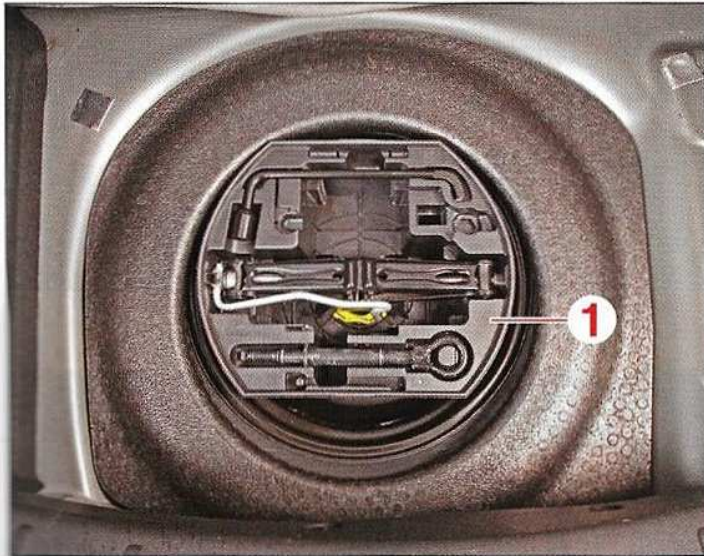

FIG.1
- l'outillage de bord (1) (Fig.1),